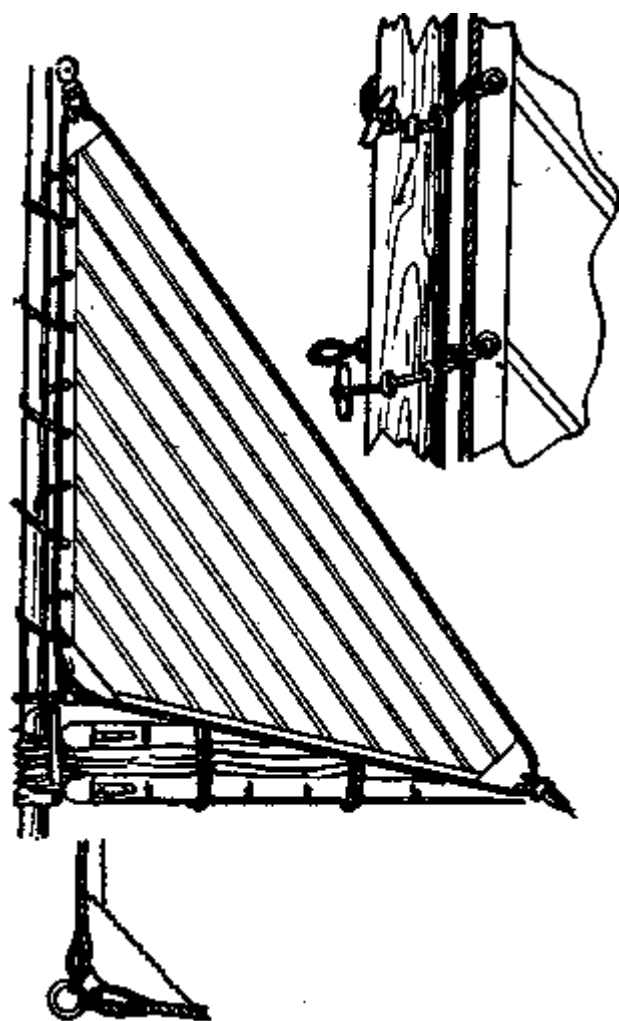

Рис. 49. Трисель
**Трисель (рис. 49)** ставят вместо грота и поднимают грота-фалом (при бермудском вооружении) или гарделью (при гафельном). Управляется он **трисель-шкотом**, заложённым на шкотовый угол и проведенным на корму яхты таким образом, чтобы линия тяги шкота делила шкотовый угол триселя примерно пополам.